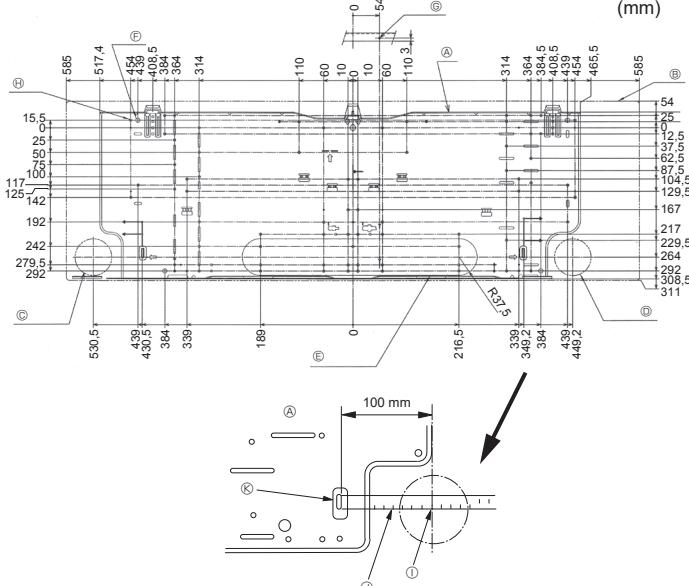

Fig. 3-2
3.2. Installation av väggfästet (Fig. 3-2)